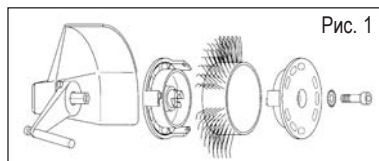

Рис. 1
2. При выборе ленты Bristle Blaster® учитывать обрабатываемую поверхность (угол, лента 11 мм, лента 23 мм). Перекрыть подачу сжатого воздуха, а затем с помощью соответствующего держателя надлежащим образом закрепить ленту Bristle Blaster® 23 мм или 11 мм (учитывая направление вращения), наложить стопорную шайбу с упругими зубцами и ввернуть винт. См. рис. 1 и 2.